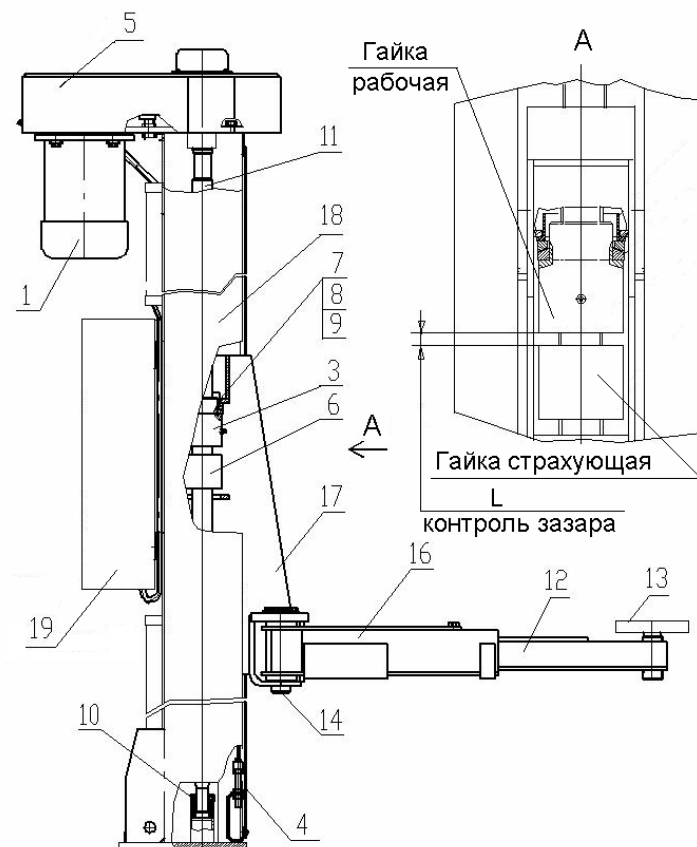

Рис. 3. Стойка подъемника ПР-3, ПР-3-01
4.3. Основные узлы и детали, входящие в состав стоек, приведены на Рис.3.